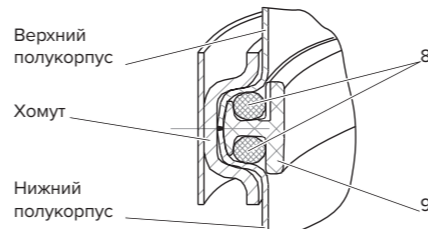

Рис. 3. Разрез по месту соединения корпусов
- отсоедините быстроразъемные соединения (3), отвернув накидные гайки (4);
- открутив гайку-барашек (6), снимите фиксирующую планку (5) с кронштейна (1);
- в случае замены модуля: снимите водоочиститель с кронштейна (1), слейте из водоочистителя излишки воды (около 3 литров);
- поставьте водоочиститель в подходящую емкость и, отвернув ручку (7), снимите крепежный хомут с водоочистителя;
- промойте водой внутренние поверхности полукорпусов, резиновые кольца (8) и пластиковое кольцо (9) при замене модуля (рис. 3);
- соберите водоочиститель, обратив внимание на правильную установку двух колец (8) в кольцо (9) и установку кольца (9) в нижний полукорпус;
- наденьте на полукорпуса хомут и затяните ручку (7) до упора;